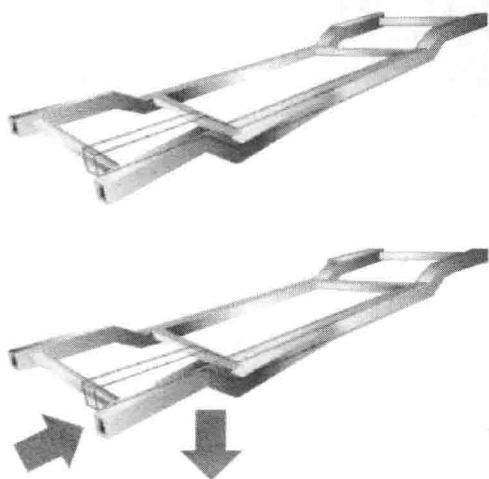

图 1-10 下垂损伤
2) 下垂损伤。下垂损伤如图 1-10 所示，它是在车身出现部分降低的状态时，部分结构